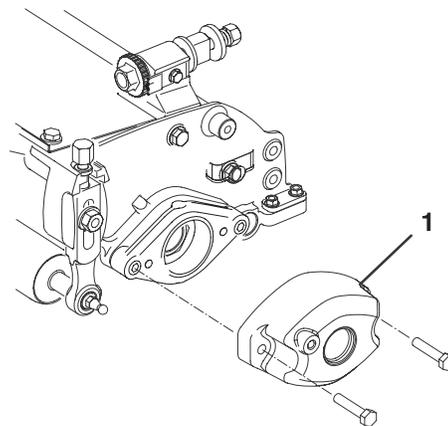

Bild 14
- B. Nehmen Sie die beiden Kopfschrauben ab, mit denen das Gegengewicht links am Mähwerk befestigt ist. Nehmen Sie das Gegengewicht ab (Bild 14).